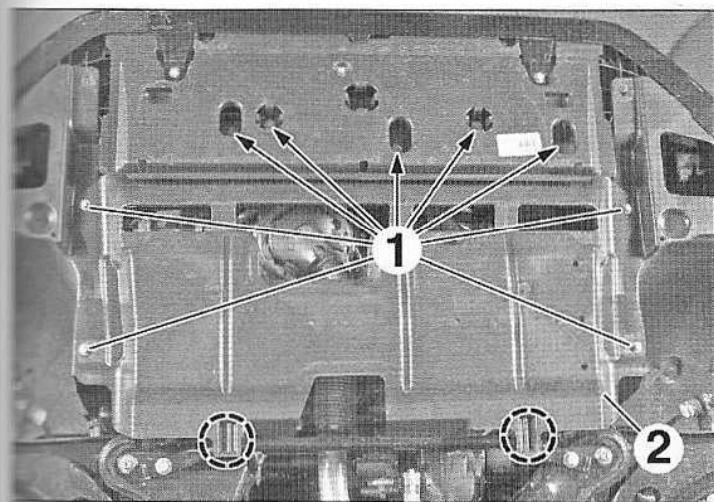
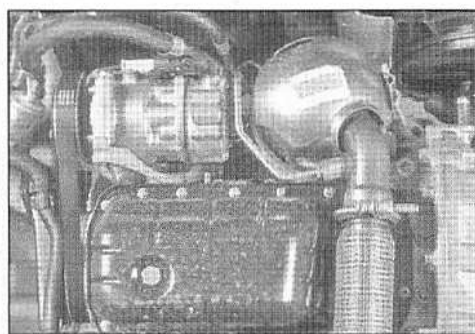

FIG.11
FIG.19
- selon équipement les vis (1) (Fig.11).
- Dégrafer et déposer la protection sous moteur (2).
- Selon équipement, déposer les vis (1) (Fig.11).
- Débrancher le connecteur (3) (Fig.19).
- Déposer la sonde de niveau d'huile (4).